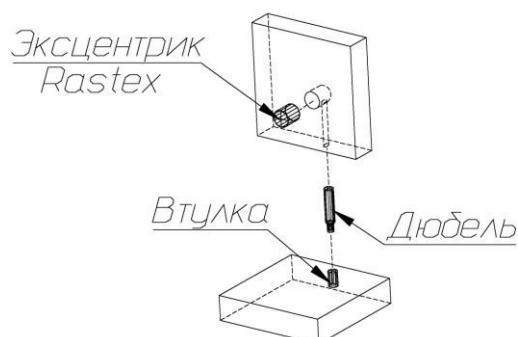

Рис. 1
1. В боковые стенки (3), (4), планку верхнюю (5) и планку заднюю (6) в имеющиеся отверстия установить эксцентрики, таким образом, чтобы стрелка была повернута в сторону отверстия в торце.
2. В установленные муфты эксцентриковых стяжек на крышке (2), основании (1), боковых стенках (3) и (4) ввернуть дюбели, в соседние отверстия установить шканты (рис.1).
3. На боковую стенку левую (3) установить держатели для смягчителей удара с помощью шурупов 3,5x13мм.
6. Установить под пятники-гвозди на основание (1).